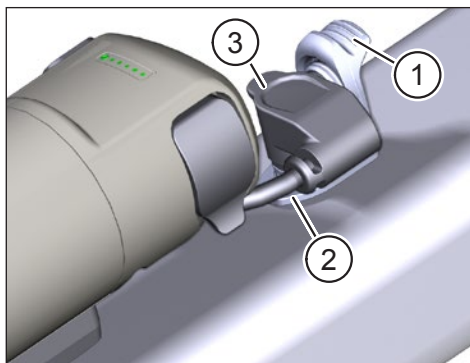

Fig. 8: Collegare il cavo di collegamento alla porta di ricarica
- Apra il coperchio (Pos. 1 in Fig. 8) della porta di ricarica (Pos. 2 in Fig. 8) sul telaio della e-bike.
- Allinei il connettore (Pos. 3 in Fig. 8) del cavo di collegamento in modo che la codifica del connettore della spina e della porta di ricarica coincidano.
- Inserisca la spina nella porta di ricarica e la fissi con la copertura (Pos. 1 in Fig. 8).